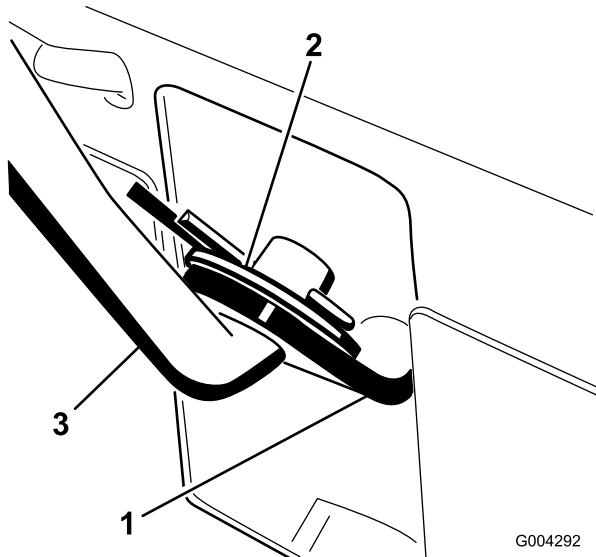

Figura 6
1. Tirate la leva di selezione della velocità (Figura 6) nella posizione più esterna.
3. Inserite l'asta di selezione della velocità nella leva di selezione della velocità, aggiungete una rondella piana sull'asta e fissatela con la coppiglia (Figura 6).